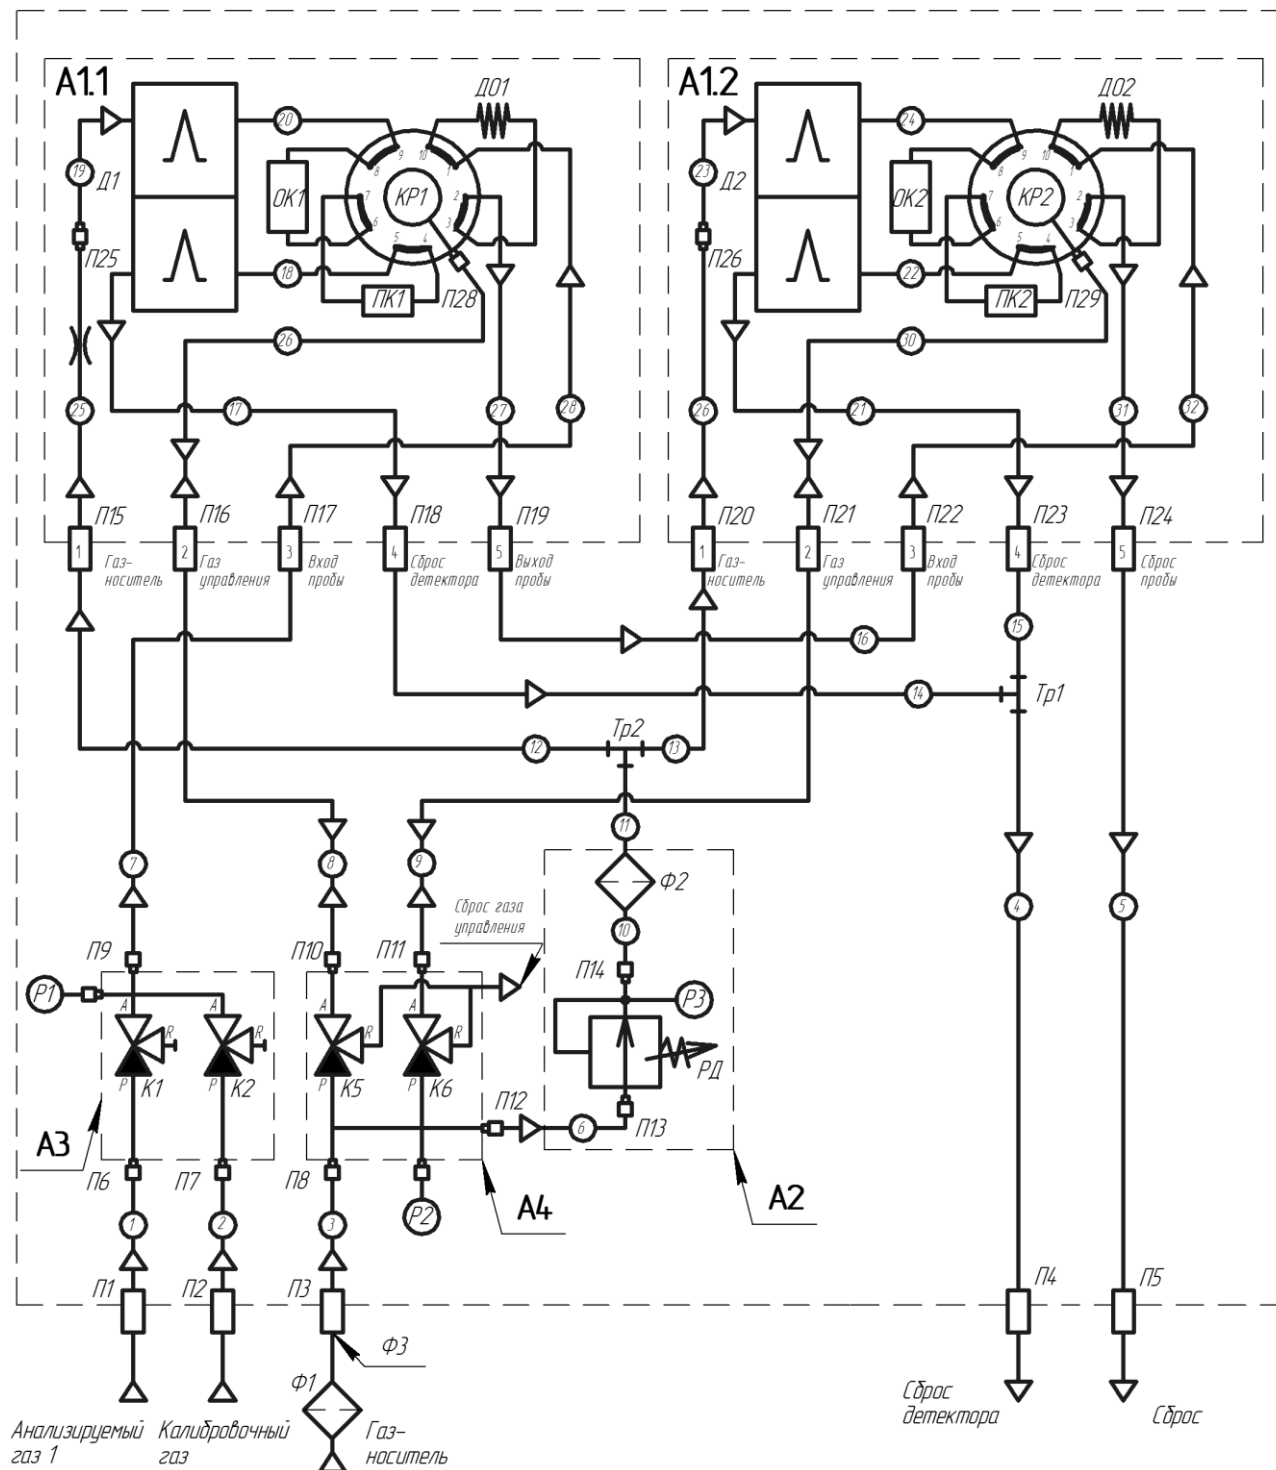

Рисунок 11. Газовая схема хроматографа МАГ с двумя ДТП
- **Фильтр-осушитель газа-носителя**, устанавливающийся снаружи взрывозащищенной оболочки хроматографа (**Ф1**, см. газовую схему хроматографа на Рисунок 11). Предназначен для удаления следов влаги из газа-носителя перед его подачей в хроматограф.
- **А2. Блок регулировки давления газа-носителя** включает в себя регулятор давления (**РД**), предназначенный для поддержания постоянного давления газа-носителя на входе в аналитические каналы (и расхода на выходе из них). В состав данного блока также входит датчик давления газа-носителя **Р3** (после регулятора давления) и дополнительный фильтр-осушитель газа-носителя **Ф2** (см. газовую схему хроматографа на Рисунок 11).
- **А3. Селектор потоков** представляет собой манифолд с электромагнитными клапанами, предназначенными для автоматического управления газовыми потоками. Клапаны **К1** и **К2** предназначены для подачи анализируемого и градуировочного газа в аналитические каналы. Опционально количество клапанов для подачи пробы может быть увеличено до 6, что позволит, например, проводить на одном хроматографе поочередный анализ 5 потоков газа и градуировку по одному баллону с ПГС. Селектор потоков может также комплектоваться датчиком давления анализируемого газа **Р1** (см. газовую схему хроматографа на Рисунок 11).
В верхней части катушки располагается мембранный пневмоуправляемый кран-дозатор (**КР1** или **КР2**, см. Рисунок 11), предназначенный для ввода пробы заданного объема в хроматографические колонки и переключения колоночной системы в положение обратной отдувки, при которой часть компонентов пробы выдувается из предколоки в виде неразделенного пика на детектор. Данный прием используется для определения суммарного содержания компонентов, имеющих большие времена удерживания, например, углеводородов C_{6+} . Кран-дозатор включают в себя дозирующую петлю объемом 5-1000 мкл.
Пример газовой схемы хроматографа МАГ в конфигурации с двумя аналитическими каналами с детекторами ДТП, в исполнении на 2 анализируемых потока (включая градуировочный газ) представлен на Рисунок 11. Актуальная газовая схема для конкретного исполнения хроматографа приведена в Приложении.
На Рисунок 11 приведена газовая схема хроматографа в режиме ожидания, когда все электромагнитные клапаны **К1, К2, К5, К6** находятся в выключенном состоянии, в котором
Через определенное, подобранное для данной колоночной системы, время происходит выключение клапанов **K5** и **K6**, газ управления сбрасывается в атмосферу, и краны **KP1** и **KP2** возвращаются в исходное положение, показанное на Рисунок 11. При этом компоненты пробы, не успевшие пройти через предколонки **ПК1** и **ПК2**, выдуваются газом-носителем в обратную сторону и в виде суммарных пиков попадают на измерительные ячейки детекторов **Д1** и **Д2**.